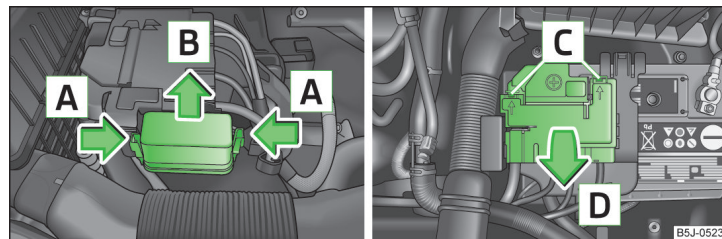

Abb. 152 Fahrzeugbatterie: Abdeckung des Sicherungskastens
- Die Sicherungsbügel der Abdeckung des Sicherungskastens gleichzeitig in Pfeilrichtung **A** » Abb. 152 zusammendrücken und die Abdeckung in Pfeilrichtung **B** herauschieben.